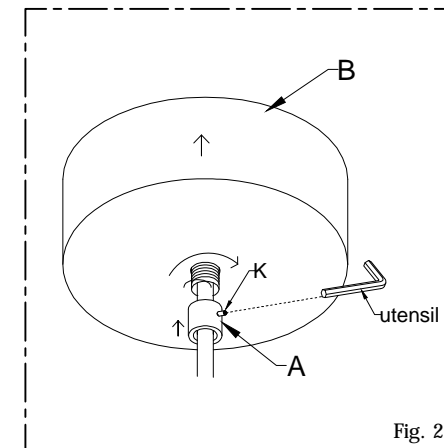

Fig. 2
- Avvitare il grano di sicurezza (K) (Fig. 2).
- Screw the safety screw (K) (Fig.2).